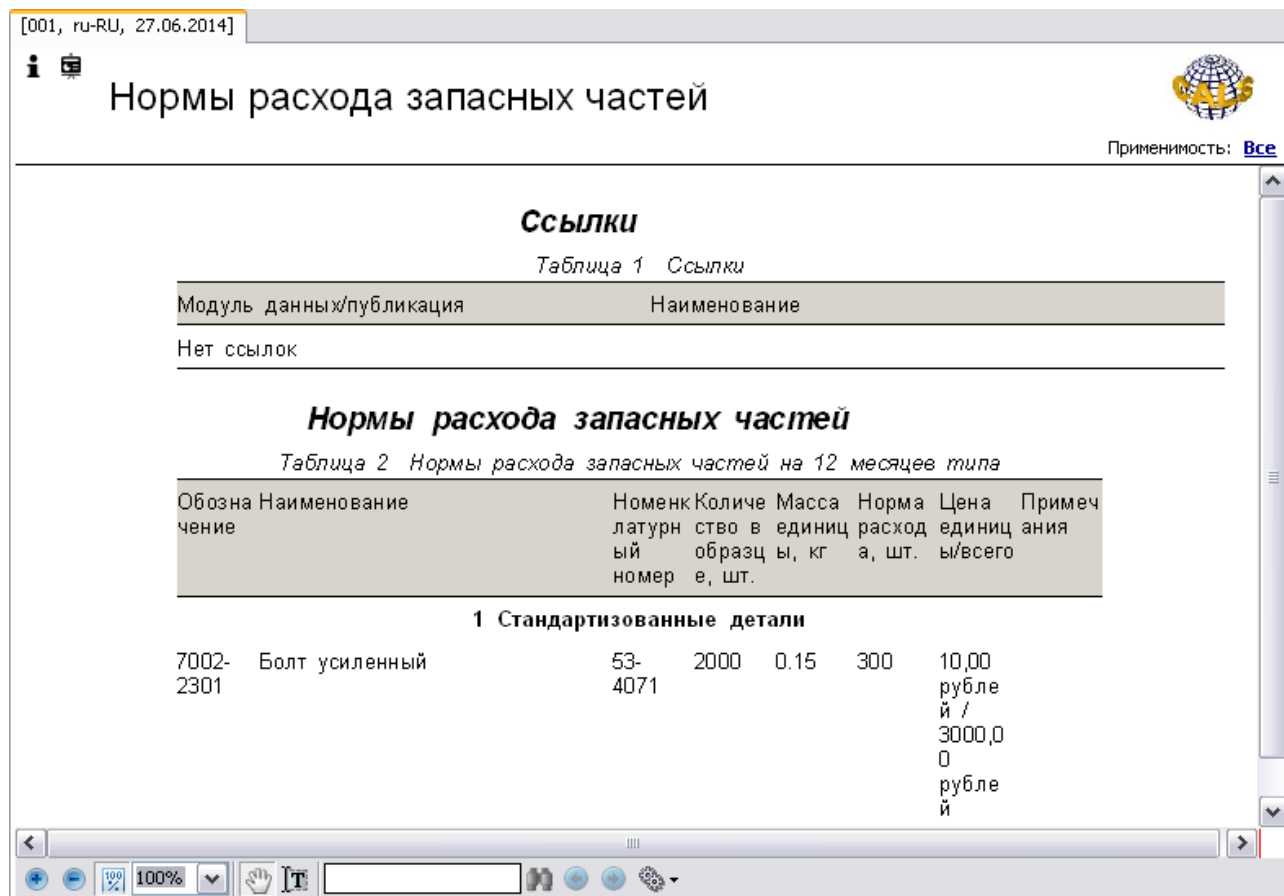

Рис. 10.10
5. В левом окне на вкладке **Структура** найдите название модуля данных и щелкните по нему левой кнопкой мыши. Справа появится окно просмотра с документом (Рис. 10.10).